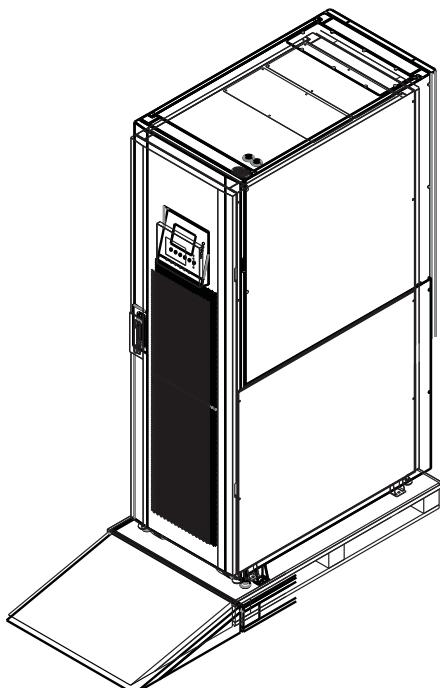

Figura 4.3
- Coloque la rampa entregada con la caja de empaque frente al gabinete del UPS y alinee el agujero de la rampa con el prisionero del metal en la tarima y asegúrelo en su lugar (Figura 4.3).